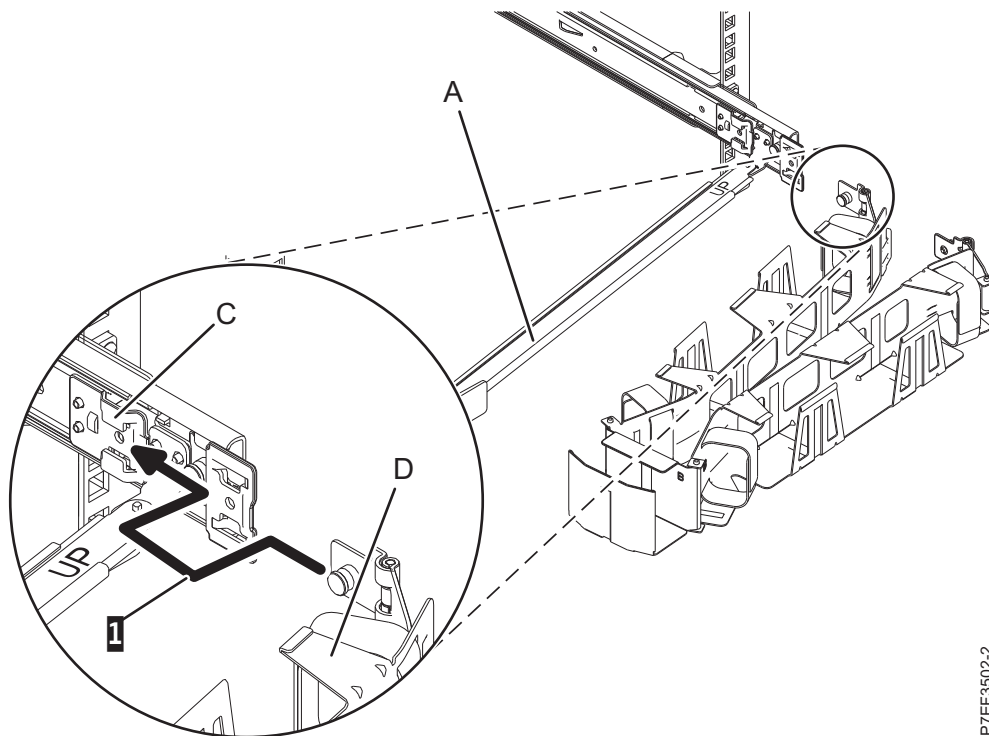
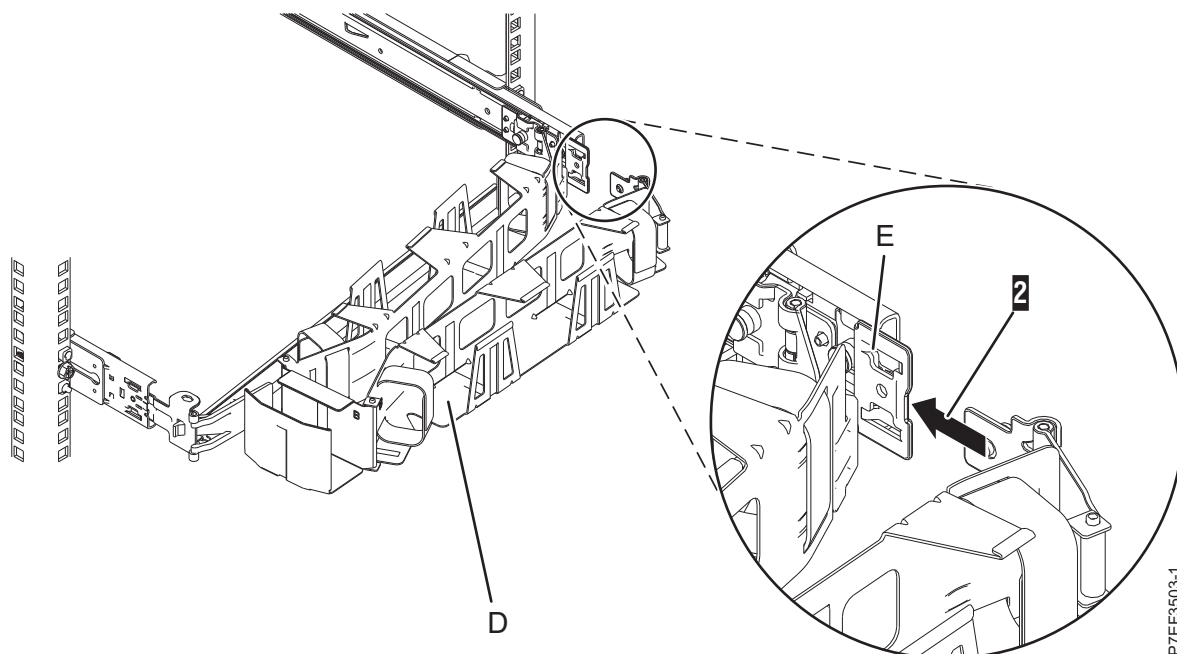

Figure 15. Glissement de l'autre taquet du bras de routage des câbles dans le logement du support de fixation
Figure 16. Faites glisser l'autre taquet du bras de routage des câbles dans le logement du support d'extension
7. Placez le bras de routage des câbles (**D**) sur le bras de support (**A**). Faites glisser le premier taquet du bras de routage des câbles dans l'emplacement sur le support de fixation (**C**). Poussez jusqu'à ce que le taquet à ressort se mette en place. Faites glisser l'autre taquet du bras de routage des câbles dans le support d'extension (**E**) à l'extérieur de la glissière de droite (**2**). Poussez jusqu'à ce que le taquet à ressort se mette en place. Pour plus de détails, voir figure 15, à la page 11 et figure 16, à la page 11.